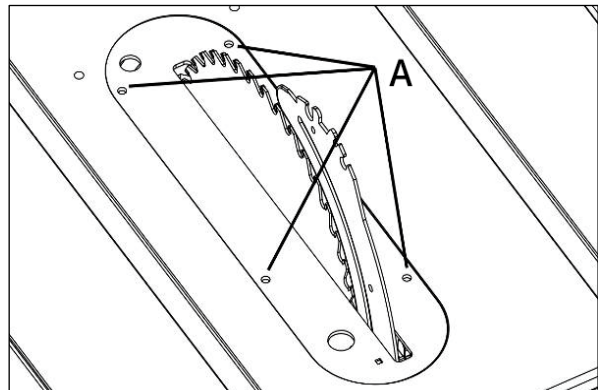

Рисунок 24.
- Расположите вставку в отверстии стола. Вставка фиксируется в положении при помощи магнита в столе. Уровень вставки, регулируется винтами А (рис. 24).